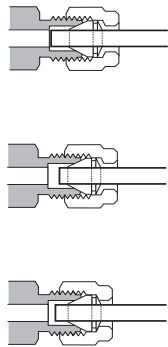

Abbildung 28. Fertige Armatur
- 10 Richtige und falsche Swagelok-Verbindungen sind in **Abbildung 28** dargestellt. Beachten Sie, dass das Ende der Leitung in einer richtigen Swagelok-Verbindung nicht zerdrückt ist und die Aktion der Ferrulen nicht beeinträchtigt.